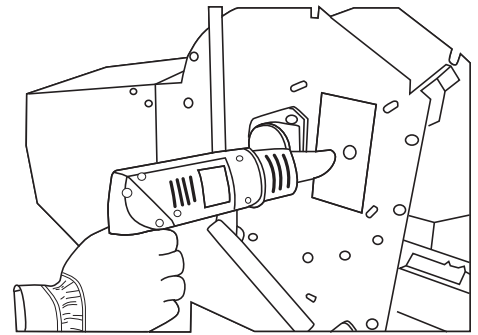

Bild 32
**Hinweis:** Die Senkschrauben sind mit hochfestem Schraubensicherungskleber eingeklebt und müssen vor dem Lösen erwärmt werden, z. B. mit einer Heißluftpistole (siehe „Bild 32“).